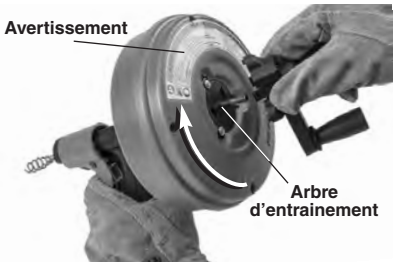

Figure 2 – Retrait de la manivelle du POWER SPIN+
- La présence et lisibilité des avertissements apposés sur l'appareil (Figure 2).
7. Pour utiliser le POWER SPIN+ avec une perceuse à piles, retirez la manivelle du dos du tambour en appuyant sur ses languettes latérales (Figure 2). Serrez l'arbre d'entraînement du tambour dans le mandrin de la perceuse.
7. Faites tourner le tambour en sens horaire (comme indiqué par la flèche à son dos dans la *Figure 2*), puis appuyez sur la gâchette du tourniquet pour faire avancer le câble dans la canalisation.